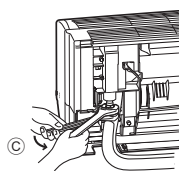

Fig. 3-9
- Dans le sens du retrait du raccord en L ④, faire un raccord rapide à l'ouverture évasée de l'appareil intérieur.
- Serrer l'écrou évasé à l'aide d'une clé à fourche double. (Fig. 3-9)
- Insérer l'écrou évasé retiré précédemment sur la partie droite du raccord en L ④ et évaser l'extrémité du tuyau.
- Raccorder rapidement le raccord en L ④ traité en 2) à l'ouverture évasée de l'appareil intérieur.